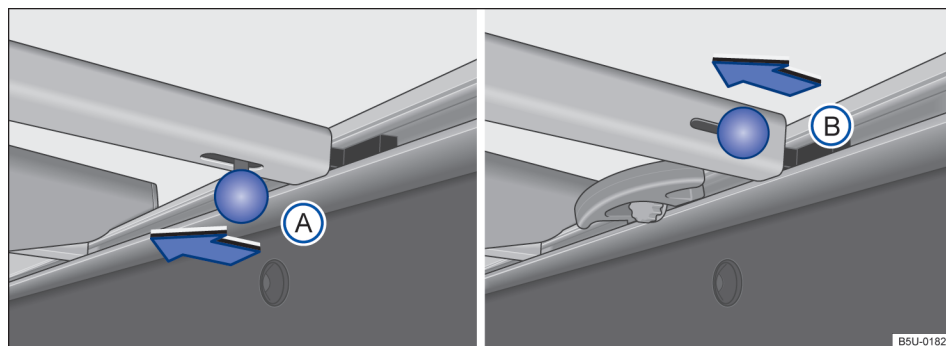
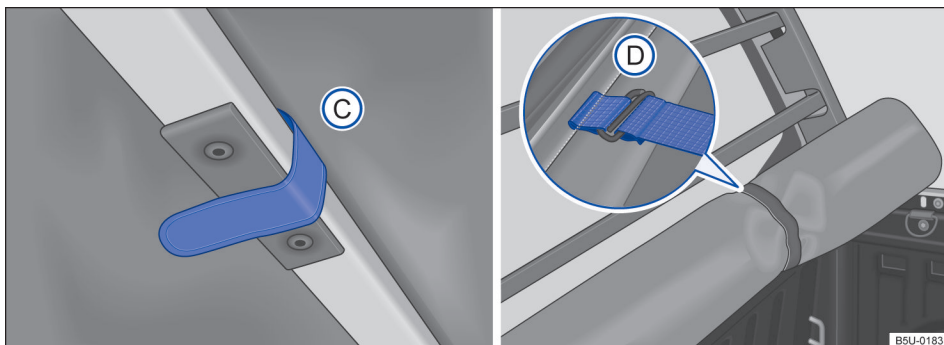

Fig. 50 Travesaños en el compartimento de carga: (A) vehículos con soportes de amarre fijos, (B) vehículos con soportes de amarre deslizantes.
Fig. 51 En el compartimento de carga: tira de fijación y capota marítima correctamente recogida.
- Para la remoción del tipo (A) o (B), desplazar el perno de bloqueo en el sentido de la flecha → fig. 50. Para remover el travesaño que está cerca de la luneta, se necesita soltar las tiras de fijación de la capota → fig. 51 (C).
- Después de recoger totalmente la capota, sujétela con las cintas de fijación (D).
- Para desmontar el travesaño que está cerca de la luneta, es necesario soltar las tiras de fijación de la capota → **fig. 51** ❸, y hacer el mismo procedimiento anterior para desmontar el travesaño (cuando exista más de un travesaño).
- Después de recoger totalmente la capota, sujétela con las cintas de fijación → **fig. 51** ❹.